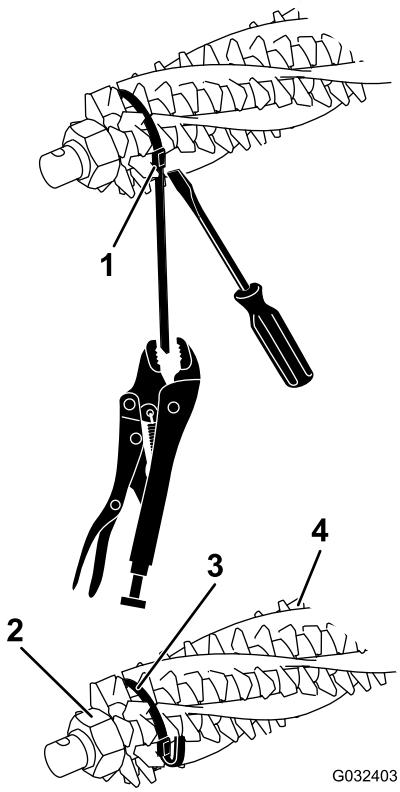
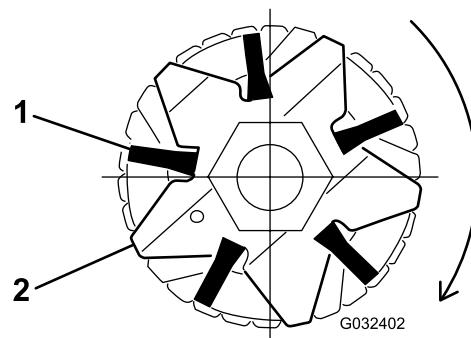

Рисунок 19
Рисунок 21
2. Ослабьте крепежные гайки ножей механической щетки на каждом конце вала механической щетки (Рисунок 19).
4. Убедитесь, что щетина точно установлена в пазы ножей механической щетки (Рисунок 19 и Рисунок 21).
5. Оберните крепежные ленты, не натягивая их, как показано на Рисунок 19, вокруг вала барабана механической щетки и щетины, вставляя ленты в канавки щетины Рисунок 21.
Примечание: Если щетина метлы установлена в пазах ножей неправильно, ослабьте крепежные гайки ножей с каждой стороны вала механической щетки, расположите щетину надлежащим образом в пазах ножей и затяните крепежные гайки ножей механической щетки (Рисунок 19).
7. Прижимая отверткой пряжку крепежной ленты, зажмите каждую ленту плоскогубцами с зажимом и плотно затяните ленты до их фиксации в канавках щеток (Рисунок 19).